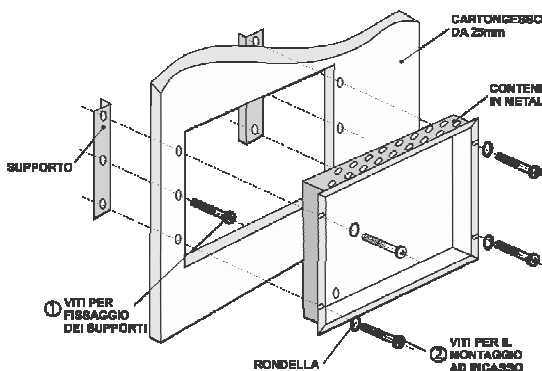

Figura 7.
- Installare i supporti sul lato interno della parete, fissandoli con le viti (art. 19, pag. 31), come indicato nella Figura 7, ①.
- Passare tutti i cavi esterni nel contenitore e posizionarlo nell'apertura d'incasso. Fissare il contenitore utilizzando le viti e rondelle a corredo (Art. 17 e 18, pag. 31) – Figura 7, ②.